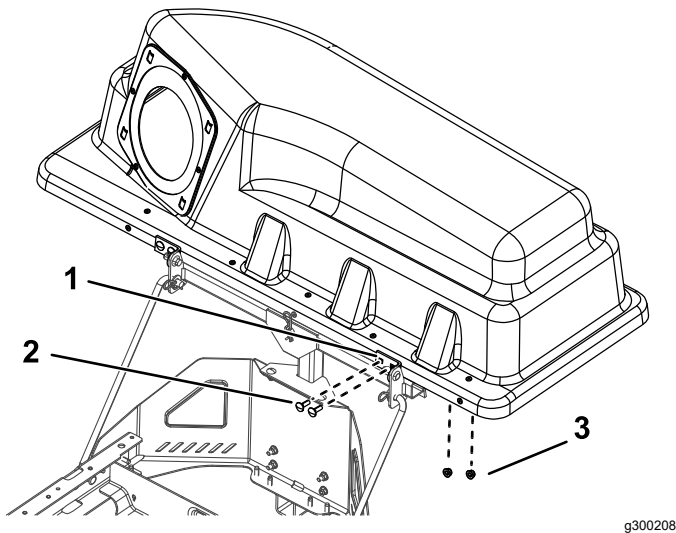

Figura 16
2. Montate le staffe orientabili sul telaio del perno (Figura 16).